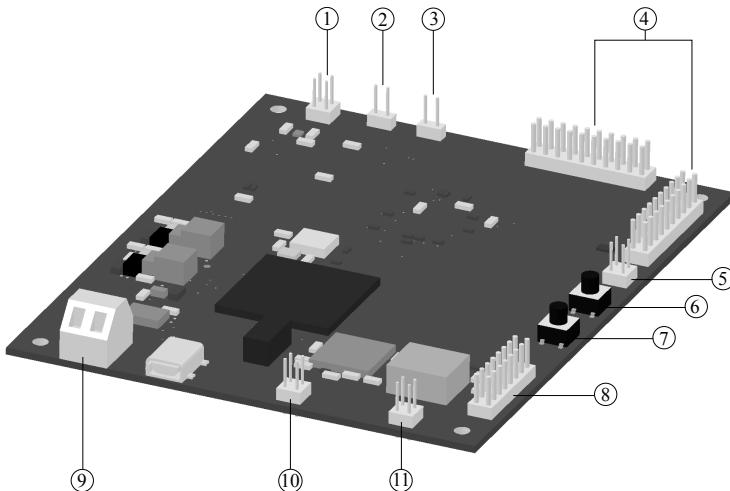

Рис. 4.1. Внешний вид блока измерений B5-E1-E
2. Подключить блок питания к разъёму 9 (рис. 4.1). Напряжение блока питания должно составлять 6..15 В.
3. После включения питания на внешних индикаторах, подключенных к разъёму 8 (рис. 4.1), светодиоды FPGA и PWRG должны гореть зелёным (см. табл. B.5). Светодиод PWRR гореть не должен.
Для подключения блока измерений к ПК используется разъём UART (см. рис. 4.1).
После выполнения настроек на внешних индикаторах, подключенных к разъёму 8 (рис. 4.1), светодиод LINK должен непрерывно гореть зелёным (см. табл. B.5).
Для подключения блока к линии E1 используются разъёмы, обозначенные цифрами 2, 3 на рис. 4.1.